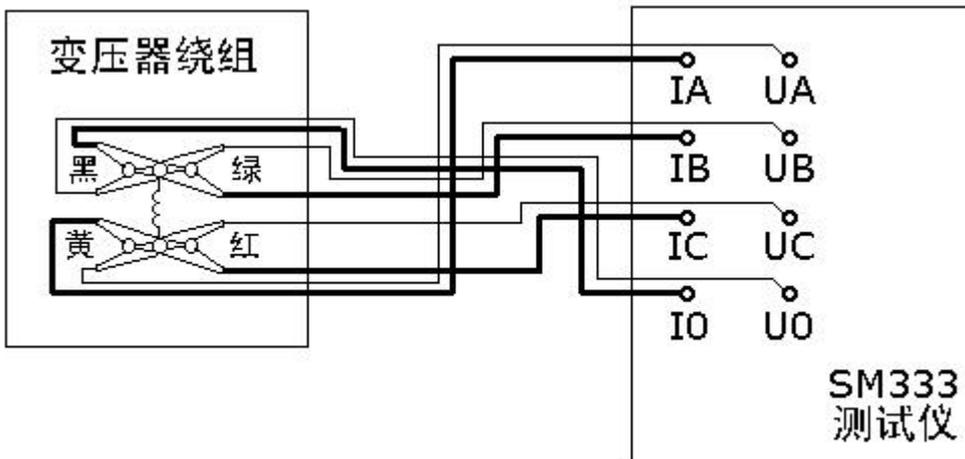

图 3 单相测量接线图
单相测量功能适用于一个绕组的测量，对于低压绕组的测量可使用此方法，此方法最大电流可达到 20A，接线方法如图 3 所示，在状态 (2) 使光标移动到“单相测量”，按“确定”键即开始测量，测量结果按状态 (6) 格式显示。状态 (6) 显示 A 相电阻值及所施加的电流。右下脚显示测量时间 (单位秒)。在状态 (6) 按“确定”键可储存数据，按“取消”或“复位”键可退出测量状态。